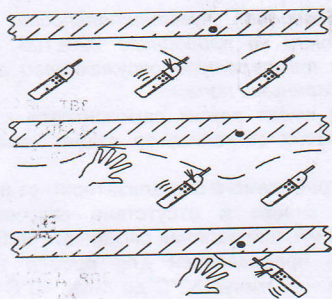

Рисунок 1
6.2 Для обнаружения скрытой проводки (Рисунок 1) нажмите кнопку «4» (максимальная чувствительность), поднесите сигнализатор к стене, электроустановке, электроприбору, жгуту проводов и т.д., и в наличии сигнала уменьшайте чувствительность, последовательно нажимая кнопки «3», «2», «1» и расстояние до объекта, локализуя зону, в которой наблюдается срабатывание сигнализатора.